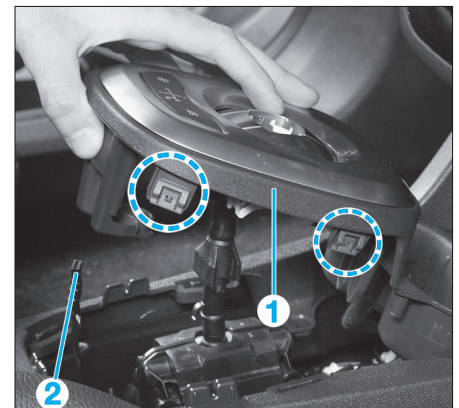

Fig. 11
- Dégrafer l'enjoliveur de levier de vitesses (1) et débrancher le connecteur (2) (Fig.11).